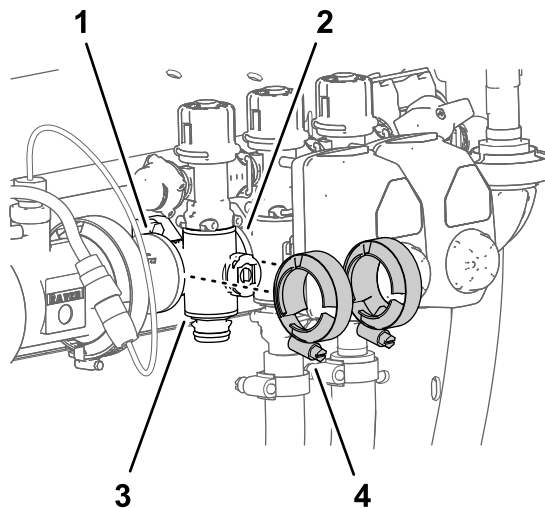

Figure 115
4. Fixez légèrement les colliers bride que vous avez déposés à la section Dépose de la valve de collecteur de section (page 82) sur les brides du collecteur de vanne de section et les brides des autres vannes de section et/ou adaptateur d'accouplement (Figure 115).
7. Serrez les 2 colliers bride à la main (Figure 115).